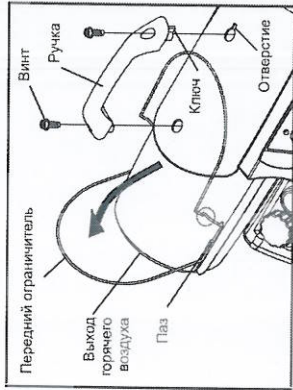

Рис. 6. Установка ручки и переднего ограничителя
**А. Модель KFA-70TDGR (см. рис. 6, 7.)**
- а) Потяните за передний ограничитель по направлению стрелки, как указано на рис. 6 и убедитесь в том, что ограничитель попал в пазы в верхней коже.
- б) Совместите ручку с отверстиями в верхней коже. Обратите внимание на выступающий ключ в одном из оснований ручки, который должен совпасть с соответствующим отверстием в коже нагревателя (рис. 6).
осуществляется аналогично модели KFA-70TDGR (см. рис. 6, 7.)